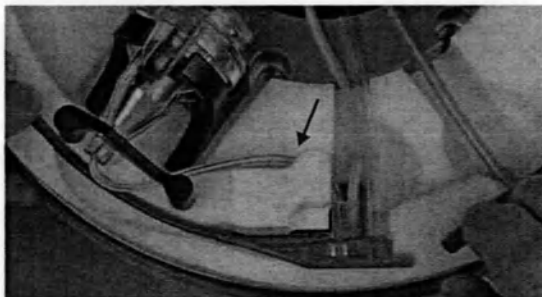

Рисунок 6-5: Правильное положение линии сбора относительно камеры комплекта для сбора
- 9 При использовании комплекта для сбора вставьте камеру в кронштейн камеры. Убедитесь, что камера установлена за зажимом на отверстии кронштейна и зажим фиксирует камеру в кронштейне. Вставьте линию сбора в камеру за выступ оптического контроля, чтобы линия не блокировала оптический контроль (рис. 6-5).